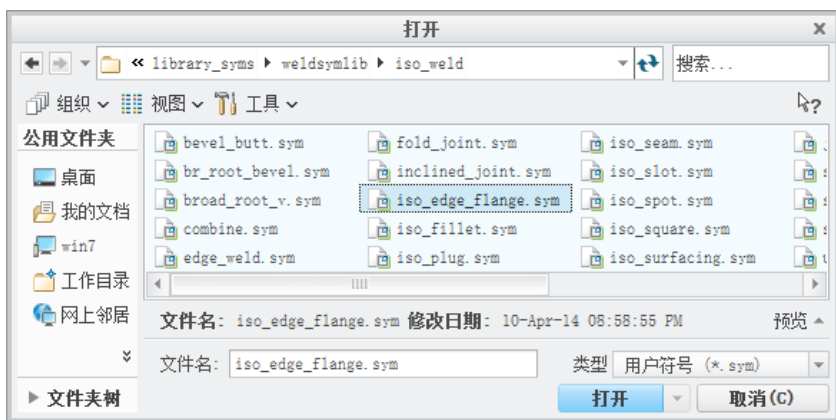

图 5.7.3 “打开”对话框
Step2. 在功能选项卡区域的 **注释** 选项卡中选择  **自定义符号** 命令。系统弹出图 5.7.2 所示的“自定义绘图符号”对话框，在该对话框中单击 **浏览...** 按钮，系统弹出图 5.7.3 所示的“打开”对话框，按照路径 C:\Program Files\PTC\Creo 4.0\F000\Common Files\symbols\library\_syms\weldsymlib\iso\_weld，选取焊接符号文件 **iso\_edge\_flange.sym**，如图 5.7.3 所示，然后单击 **打开** 按钮。